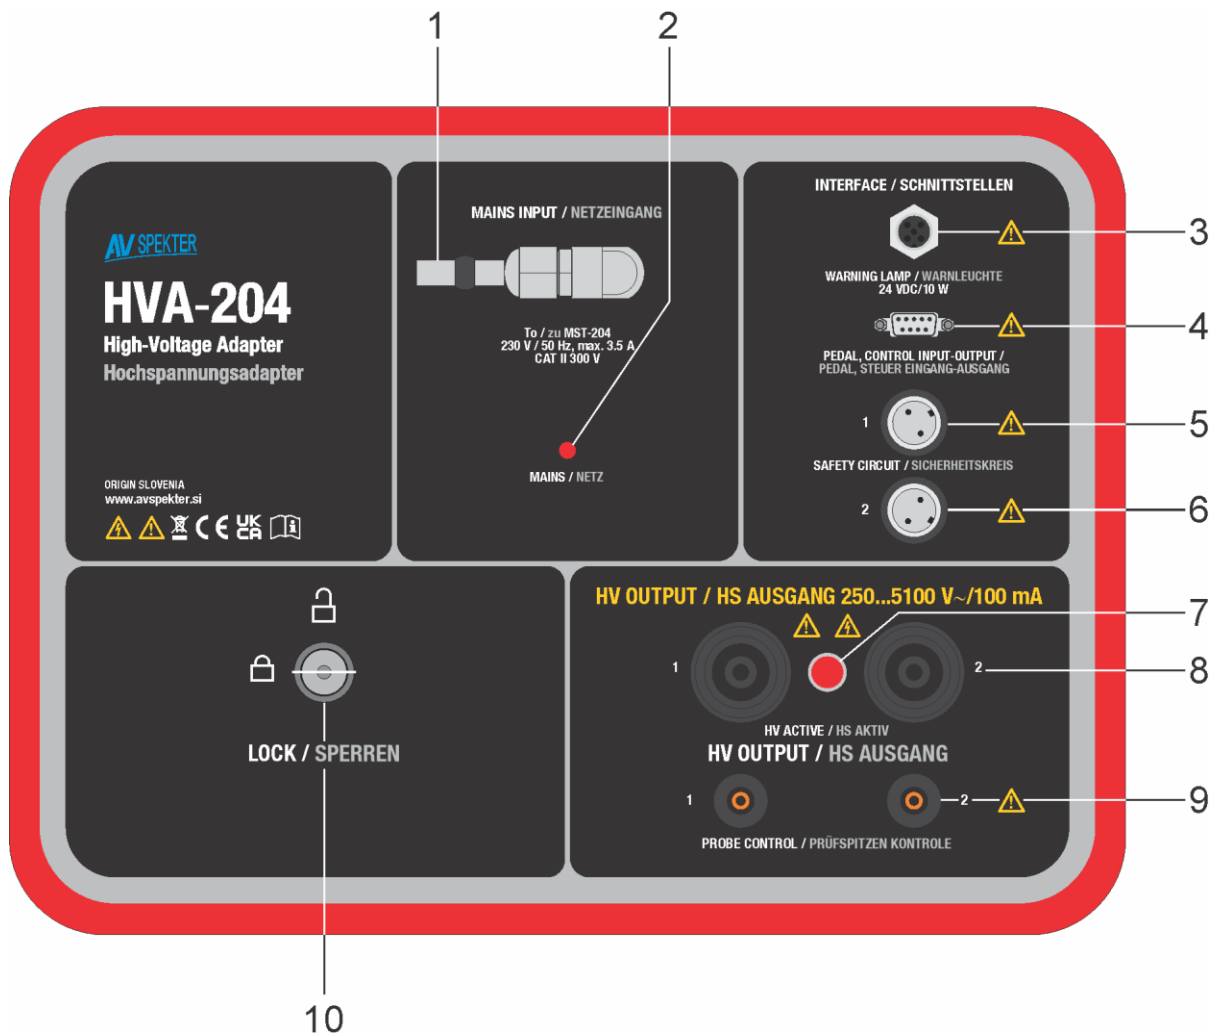

Abbildung 2: Bedienelemente und Anschlüsse des HVA-204-Adapters
- 4) Der HVA-204-Adapter wird mit Strom versorgt, wenn die rote NETZ-Kontrolllampe eingeschaltet ist (Abbildung 2, Detail 2).